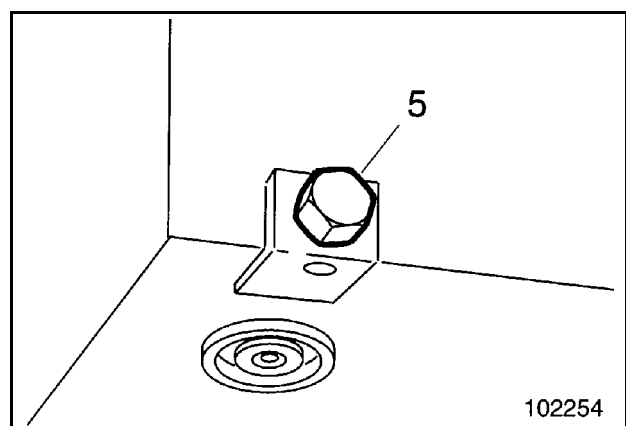

Fig. 3-46:
- Ablassschrauben (5, Fig. 3-46:) am Kraftstofftankherausdrehen und Kraftstoff ablassen.
- Ablassschrauben (5) wieder eindrehen.